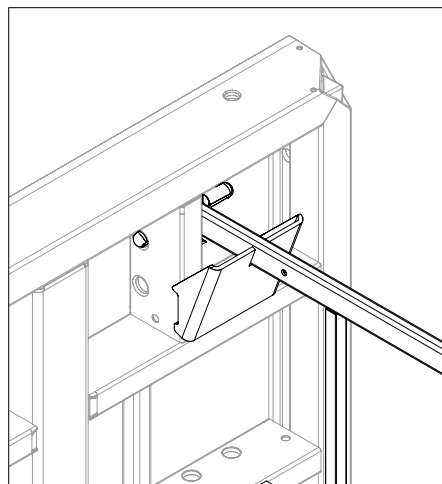

Fig. A7.04
- Raidisseur vertical du panneau (Fig. A7.04)